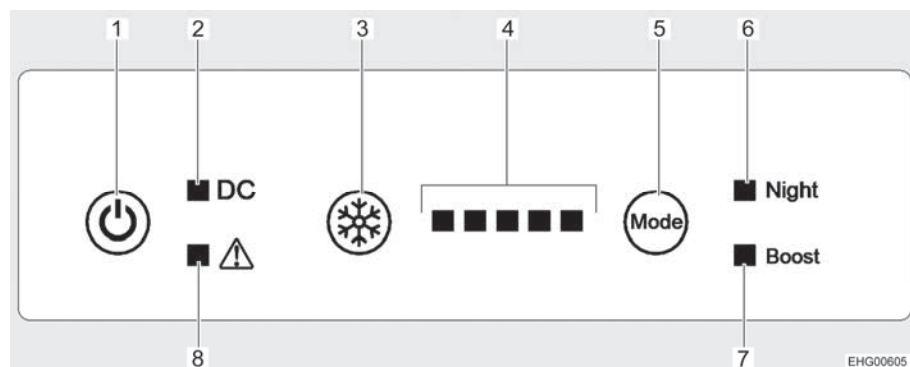

Bild 132 Bedienelemente (Kühlschrank)
- Taste Ein/Aus (Bild 132,1) 1 Sekunde lang drücken. Der Summer ertönt, alle Kontrollleuchten leuchten auf (Lichttest) und erlöschen nach ca. 10 Sekunden. Nur die Kontrollleuchte Betrieb (Bild 132,2) leuchtet weiter und zeigt an, dass der Kühlschrank arbeitet. Der Kompressor startet nach einer kurzen Verzögerung.
- Taste Ein/Aus (Bild 132,1) 10 Sekunden lang drücken. Der Summer ertönt und alle Kontrollleuchten erlöschen.
- Taste für Kühlstufe (Bild 132,3) so oft drücken, bis die gewünschte Kühlstufe angezeigt wird. Je mehr Kontrollleuchten (Bild 132,4) leuchten, desto höher ist die Kühlleistung (und auch der Energieverbrauch).
- Taste Betriebsart (Bild 132,5) so oft drücken, bis die Kontrollleuchte Nachtmodus (Bild 132,6) leuchtet. Der Kühlschrank arbeitet jetzt im Nachtmodus.
- Taste Betriebsart (Bild 132,5) so oft drücken, bis die Kontrollleuchte Nachtmodus (Bild 132,6) erlischt. Der Kühlschrank arbeitet wieder im Normalbetrieb.
- Taste Betriebsart (Bild 132,5) so oft drücken, bis die Kontrollleuchte Boostmodus (Bild 132,7) leuchtet. Der Kühlschrank arbeitet jetzt im Boostmodus.
- Taste Betriebsart (Bild 132,5) so oft drücken, bis die Kontrollleuchte Boostmodus (Bild 132,7) erlischt. Der Kühlschrank arbeitet wieder im Normalbetrieb.